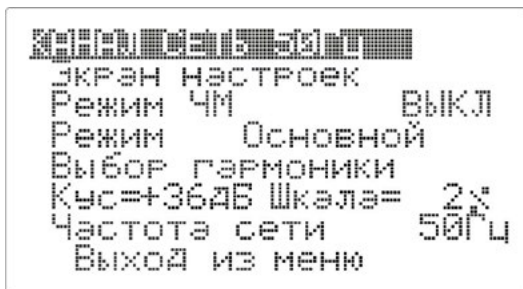

Рисунок 7
- 4.7.2. Действия в экране меню (**Рис. 7**) – **п.п. 3...6, Таблица 5**.